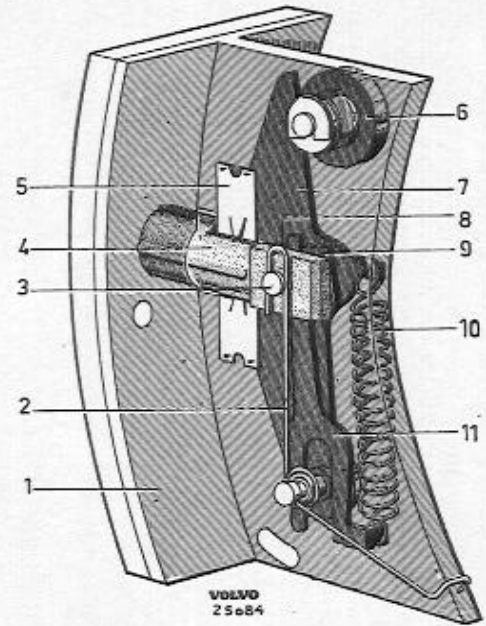

Abb. 8 Automatische Nachstellvorrichtung
Die automatische Nachstellvorrichtung (Abb. 8) arbeitet folgendermaßen:
Der Hebelarm (7, Abb. 8) ist mit seinem unteren Ende in der Bremsbacke (1) gelagert. Der Arm ist mit einem verzahnten Absatz (9) versehen und die Bremsbacke mit einem Führungsabsatz (8). Zwischen den Absätzen ist ein Keil (11) angebracht. Die Lage des Hebelarmes im Verhältnis zur Bremsbacke, wird durch die Eindrucklänge des Keiles bestimmt.
1. Kontaktbolzen (4, Abb. 8) hineindrücken und prüfen, ob der Keil in der inneren Stellung ist.
2. Feder (10) für Keil und Feder (2) für Kontaktbolzen aushängen.
3. Hebel (7), Kontaktbolzen (4) und Dämpfungsfeder (5) sowie Keil (11) und Führungsabsatz (8) herausnehmen.
1. Führungsabsatz (8, Abb. 8) einbauen. Kontaktbolzen erneuern und in die Bremsbacke einbauen. Keil (11) mit der schmalen Seite zum Führungsabsatz einbauen.